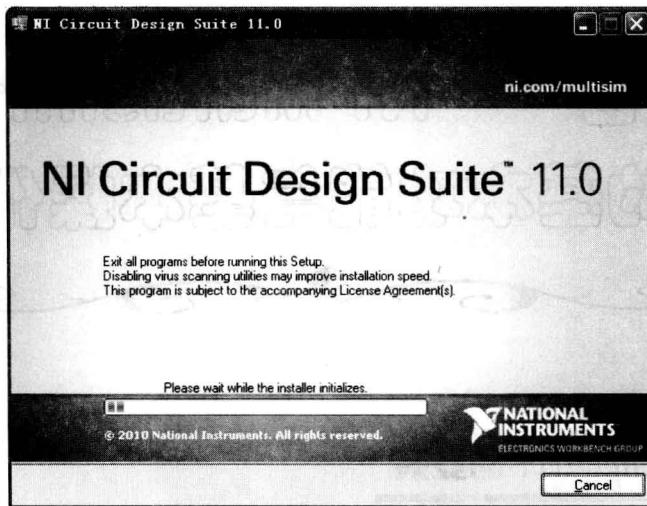

图 1-1-2 NI Multisim11 的安装说明界面
(1) 单击【Install NI Circuit Design Suite 11.0】选项，出现如图 1-1-2 所示的安装说明界